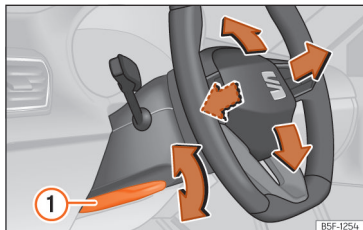

Fig. 92 Maneta din partea stângă jos a coloanei de direcție.
• Trageți maneta »» **fig. 92 ①** în jos, aduceți volanul în poziția dorită și ridicați la loc maneta până când se blochează.
• După ce ați reglat coloana de direcție, împingeți maneta »» **fig. 92 ①** ferm în sus pentru a vă asigura că poziția volanului nu se modifică în timpul deplasării.